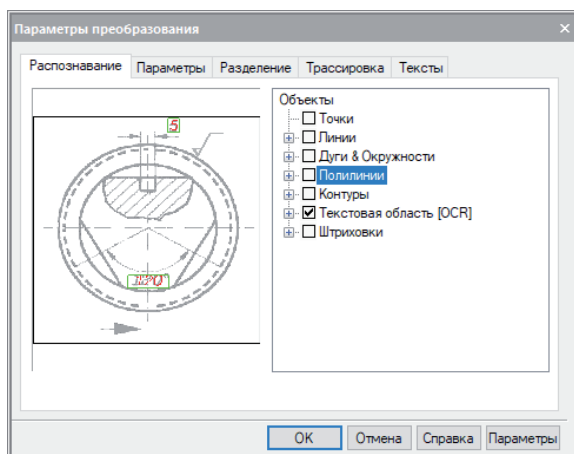

Рис. 18. Распознавание текста
9. Снова заходим в параметры преобразования *R2VSetup* (рис. 18) и на этот раз во вкладке *Распознавание* указываем только *Текстовая область [OCR]*. Не стоит надеяться на получение корректного результата при обработке повернутых цифр.